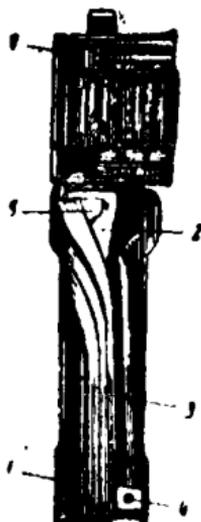

Рис. 28. Крышка короба собрана для левого питания.
5. Надеть верхний приемник (рис. 28) так, чтобы его горловина была обращена вправо (также при перевернутом положении крышки).